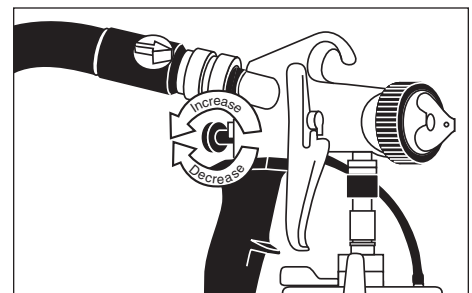

Figure 10 - Régler le débit de matériel
5. Pour régler le débit de matériel, tourner le bouton de contrôle de matériel au sens des aiguilles d'une montre pour diminuer et au sens contraire des aiguilles d'une montre pour augmenter (Voir Figure 10).